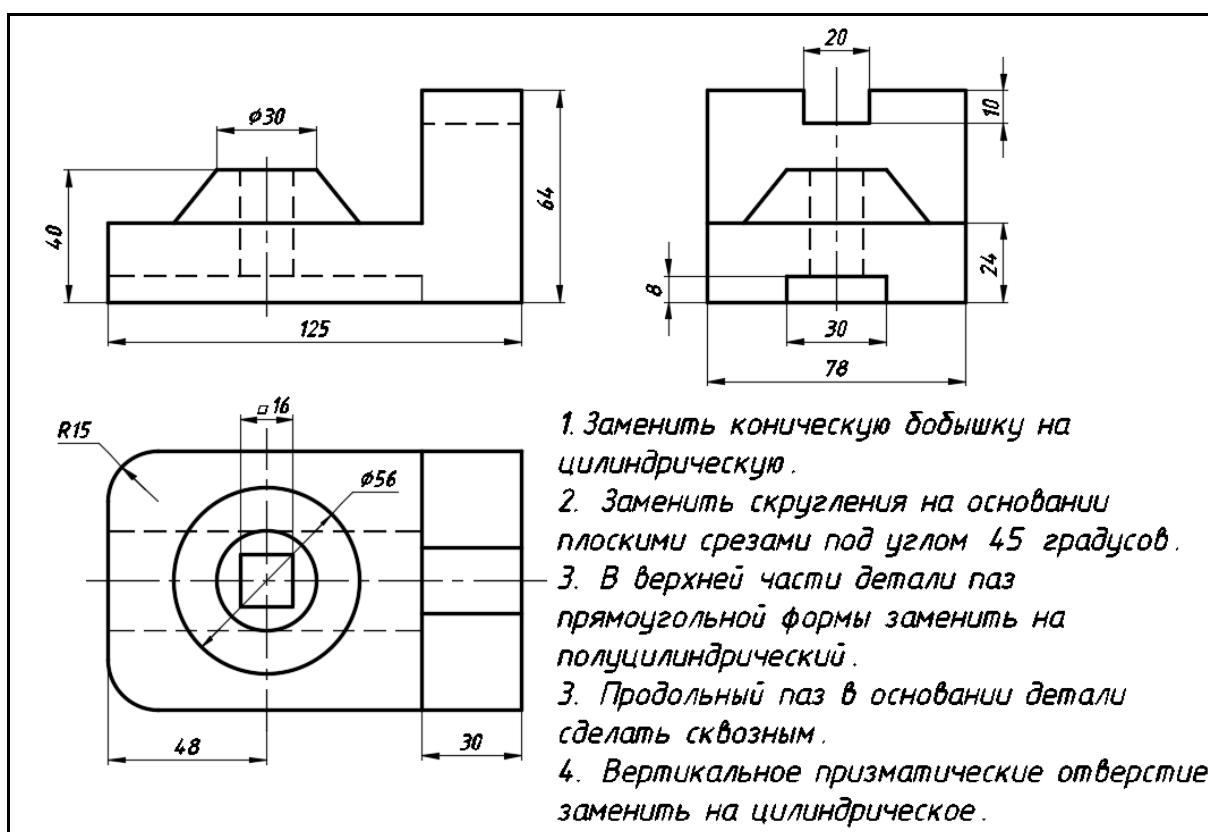

Рис. 5.1
Лабораторная работа выполняется по индивидуальным заданиям (см. прил. 2). Вариант задания содержит три вида исходной графической модели и рекомендации к выполнению работы по конструированию новой детали (рис. 5.1).
9. Создать копию модели для дальнейшего преобразования формы командами редактирования в соответствии с рекомендациями по конструированию новой детали (рис. 5.1).